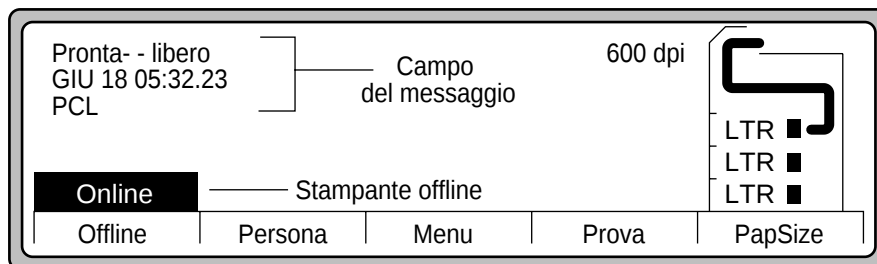
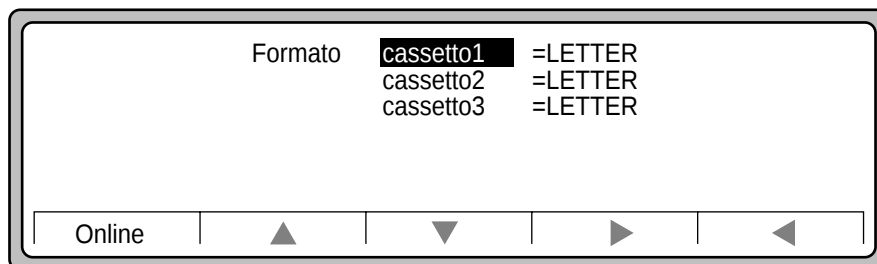

Figura 3-13 Schermo principale
Figura 3-14 Selezioni del cassetto della carta
1. Per specificare un cassetto come cassetto regolabile, premere PapSize sullo schermo principale (Figura 3-13) per visualizzare lo schermo mostrato nella Figura 3-14. Questo schermo indica il formato della carta in ciascun cassetto.